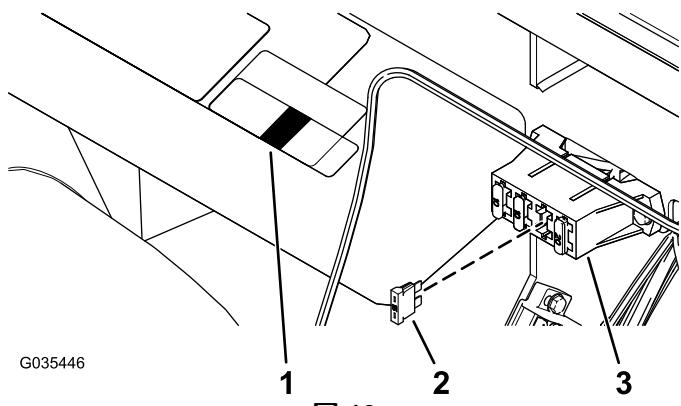
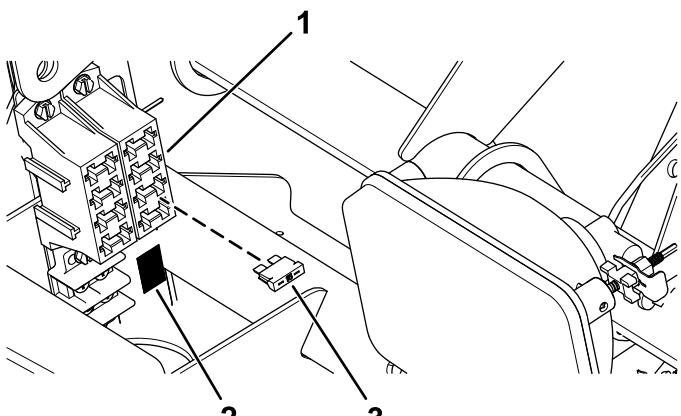

図 10
図 11
1. ヒューズブロックにヒューズを取り付けてブロックの下にデカルを貼る図 10または図 11。